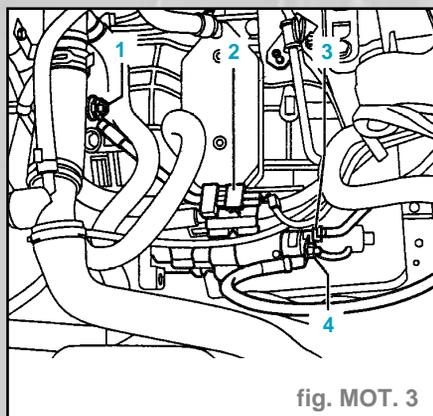

fig. MOT. 3
- Dévisser le câble de masse (1) (fig. mot. 3).